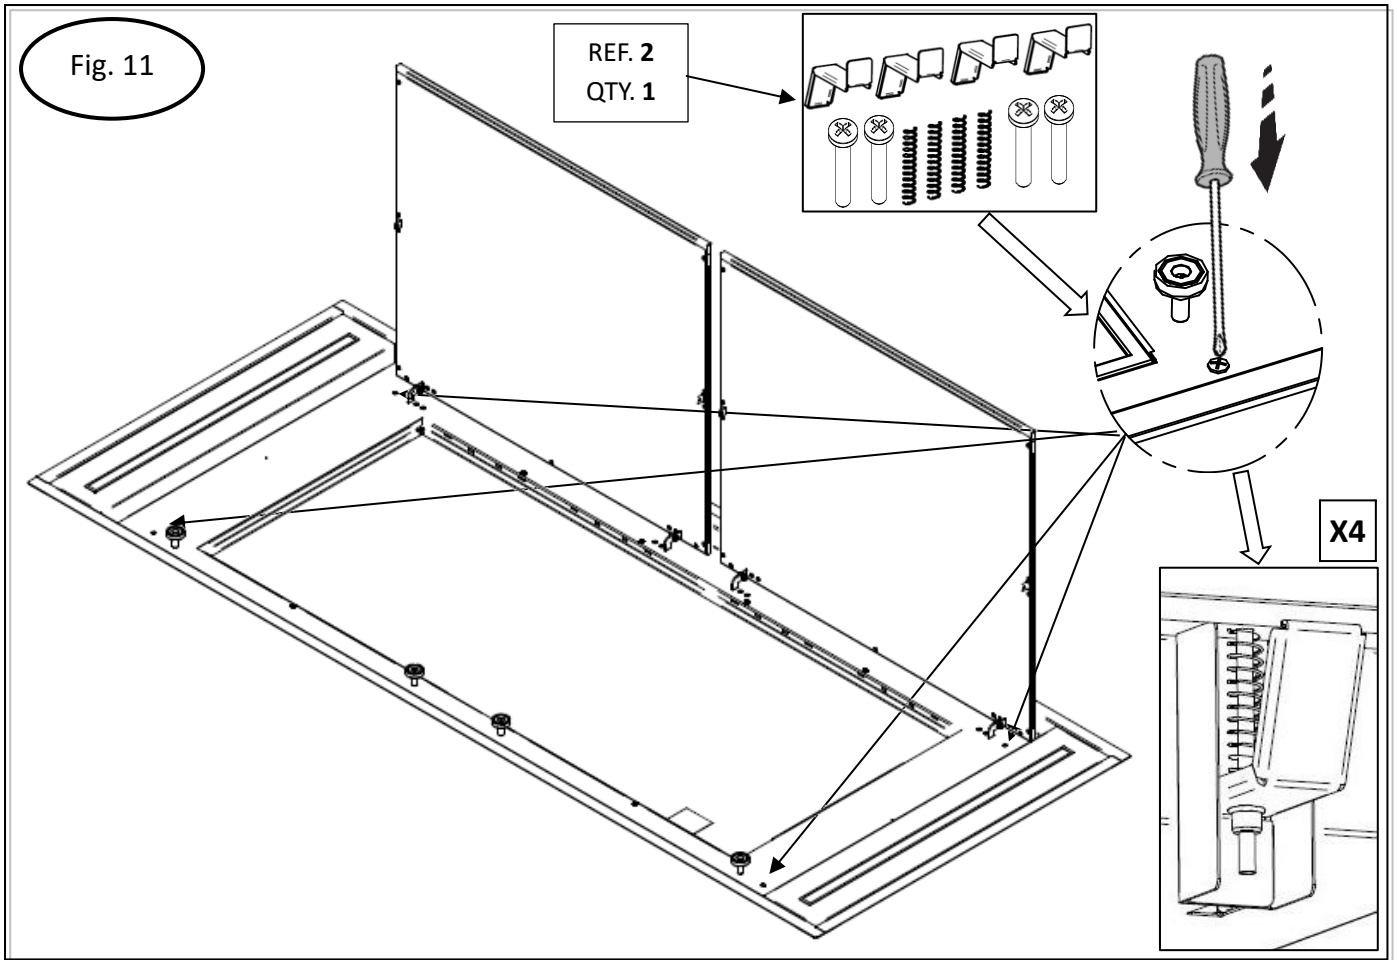

Fig. 12
- Pase el CONDUCTO por el hueco del capó donde inicialmente se fijó la caja de conexiones. Ahora inserte el cuerpo de la campana en el hueco del techo y asegúrese de que los 4 soportes queden enganchados (fig.12).